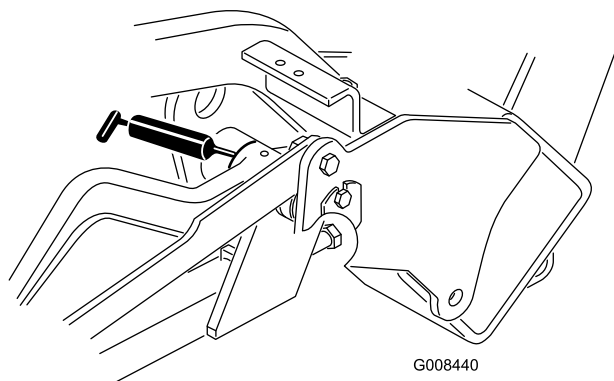

Figura 42
- Brazos de elevación (3) (Figura 42)